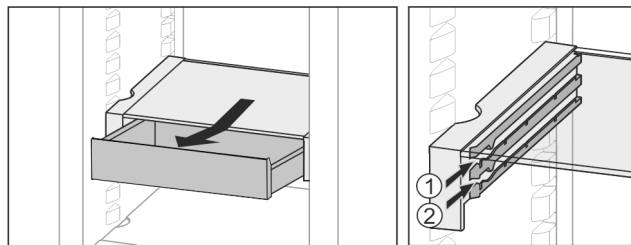

Fig. 22
- ▶ Вставити на будь-якій висоті Fig. 22 (1) або Fig. 22 (2).